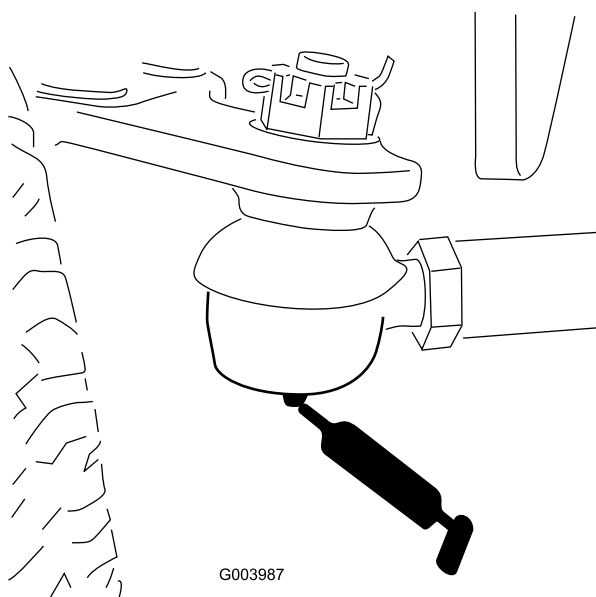

Figura 51
- Barra de ligação do eixo traseiro (2) (Figura 51)